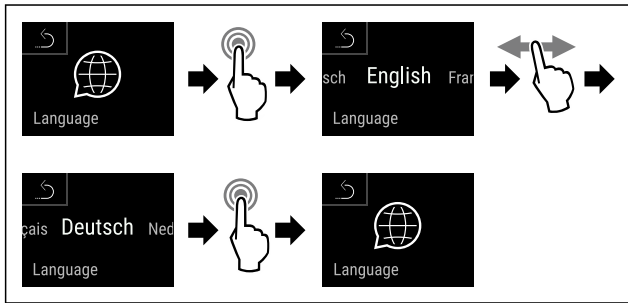

Fig. 89
- ▶ Провести етапи операцій (див. Fig. 89) .